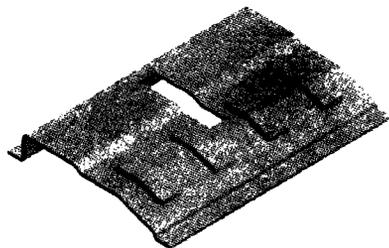

Рис. 10.17. Позиция выреза может управляться на согнутых гранях
20. В диалоговом окне, установите галочку **Вырез на сгибе**, затем нажмите **ОК**. На рис. 10.17 показан результат ваших действий.